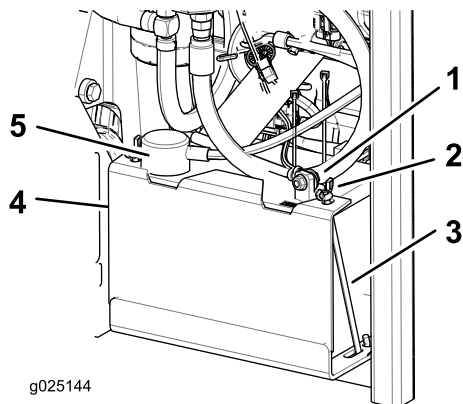

Figura 40
3. Primero desconecte el cable negativo (negro) del borne negativo (-) (negro) de la batería (Figura 40).
4. Retire la cubierta de goma roja del borne positivo (rojo) de la batería y retire el cable positivo (+) (rojo) (Figura 40).
5. Retire las tuercas de orejeta que sujetan los ganchos (Figura 40).
6. Retire la abrazadera (Figura 40).
1. Coloque la batería en la bandeja, con los bornes frente al depósito de aceite hidráulico (Figura 40).
4. Fije los cables con 2 pernos, 2 arandelas, y 2 contratuercas (Figura 40).
6. Instale la abrazadera y sujétela con las tuercas de orejeta y los ganchos (Figura 40).